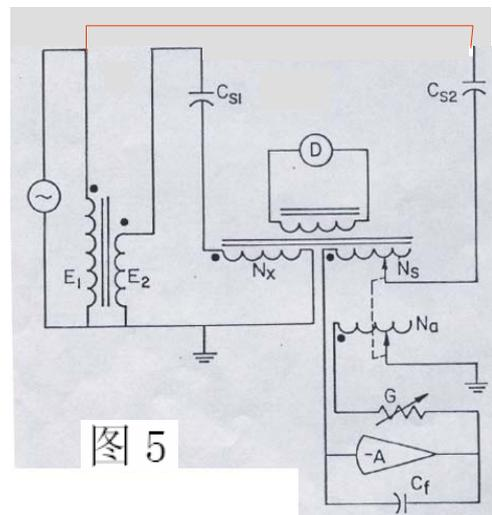

图 5
3. 按图 5 重新接线，并调节平衡，电压比可用下面的计算公式计算。